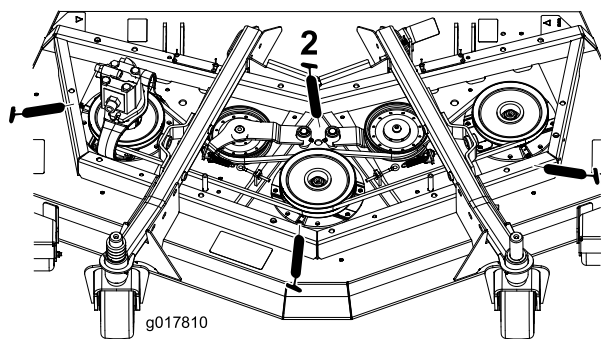

Figura 66
- Cojinetes de eje (3) (situados debajo de la polea) (Figura 66).
- Casquillos del pivote del brazo tensor (2) (Figura 66)